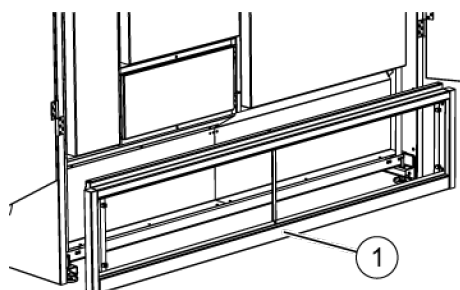

Abb. 52: Luftaustrittsblende
*Nach der Montage der Luftaustrittsblende (Abb. 52/1) kann das Gerät nicht mehr mit einem Hubwagen angehoben werden.*
- 44. Luftaustrittsblende (Abb. 52/1) jeweils links und rechts mit 2 Schrauben montieren.